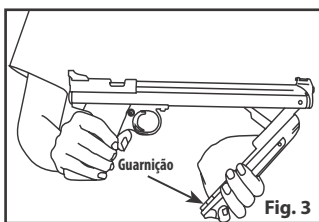

Fig. 3
3. Öffnen Sie den Vorderschaft ganz bis er stoppt (Abb. 3). Halten Sie den Vorderschaft fest, während Sie ihn öffnen.
**VORSICHT: KLEMMGEFAHR:** Platzieren Sie Ihre Hände wie in Abb. 3 dargestellt. Eine falsche Handplatzierung kann zu Quetschungen führen, wenn Sie den Vorderschaft loslassen, und kann zu Verletzungen führen. Üben Sie geraden Zug aus, während Sie die Luftpistole spannen.